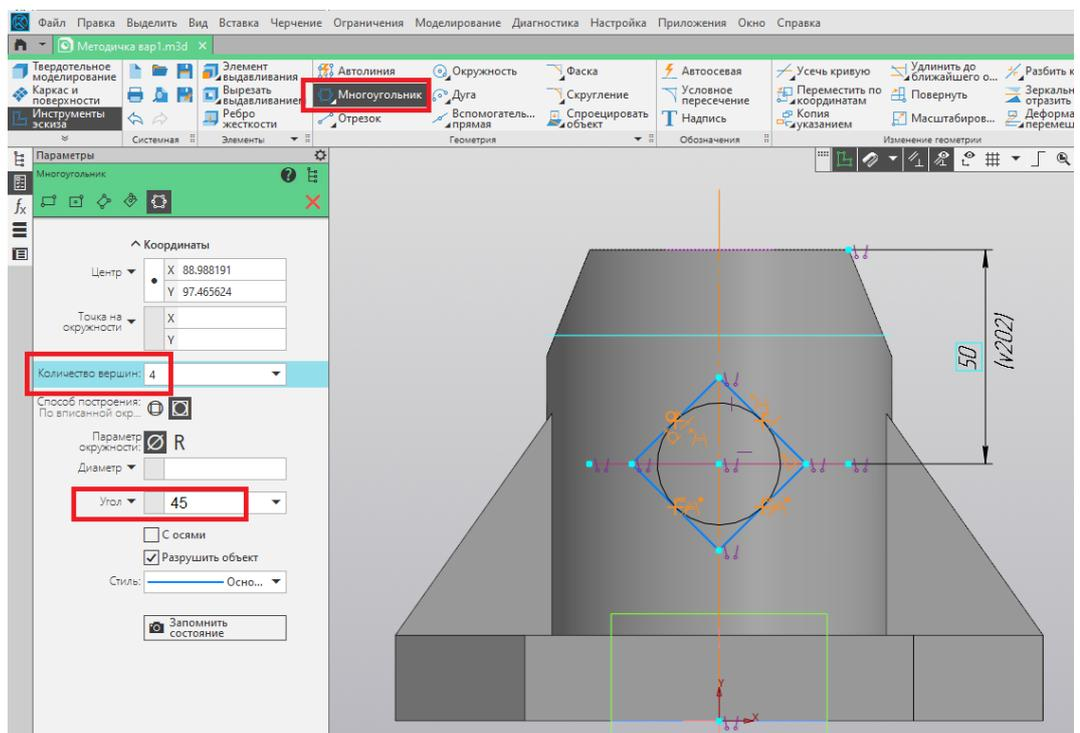

Рис. 42
39. При помощи команды «Многоугольник» создаём квадрат с углом поворота 45 градусов (рис. 42).